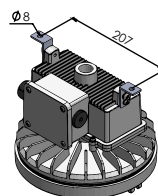

Figura 06
- Em uma superfície plana, marque a posição dos dois furos na parede e faça os furos para colocar as buchas, ver distâncias dos furos na figura 06